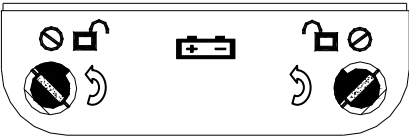
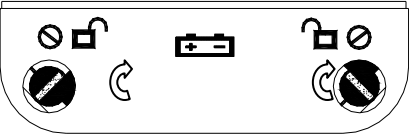

图 1
图 2
- 4-1-1. 拧出后壳上固定电池盖的锁紧扣，退出电池盖；（如图 1 所示）
- 4-1-3. 装上电池盖，拧紧锁紧扣。（如图 2 所示）
按电池盖上指示的方向打开锁紧扣。即相同逆时针方向各自旋转到止位，左边一字槽与标识相同方向时为可打开；右边一字槽与标识相同方向时为可打开，如下图 1 状态时方可取下电池盖。
按电池盖上指示的反方向锁紧电池盖锁紧扣。先把电池盖锁紧扣按指示打开的方向（见图 1）装回原处，锁紧扣完全压进顺时针方向旋转 90 度（见图 2）。即相同顺时针方向各自旋转到止位，左边一字槽与标识成 90 度方向时为锁紧；右边一字槽与标识成 90 度方向时为锁紧，如下图 2 状态时为电池盖关闭。